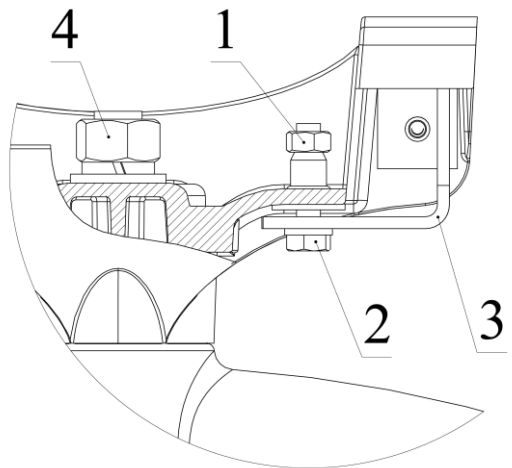

Рисунок 2
5.3 Узел крепления обеспечивает поворот светильника, как в горизонтальной плоскости – до 360° так и, в вертикальной +/-10°. Это позволяет устанавливать светильник на трос натянутый вдоль или поперёк проезжей части, а также на трос, установленный наклонно. Для регулировки светильника, необходимо ослабить гайку M12 (поз.4) (Рисунок 2), установить светильник в необходимом положении и затянуть гайку M12 (поз.4) с усилием 28...30 Н·м.